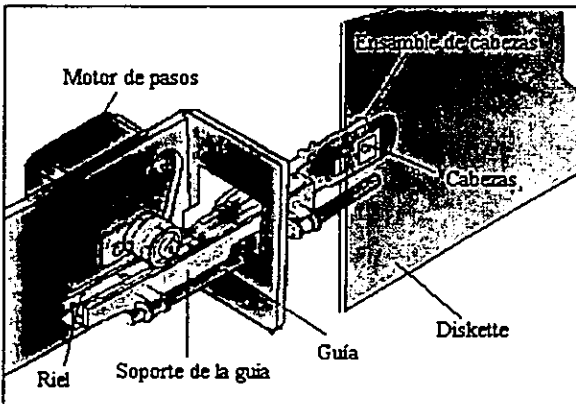

Figura 5.15
1. Afloje ½ vuelta los tornillos que sujetan el módulo de las cabezas observe la figura 5.15